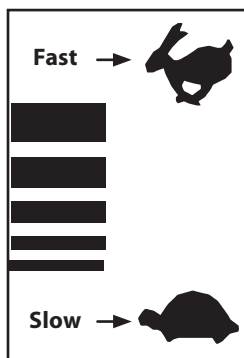

Figura 5-2
6. Mueva el control del acelerador a la posición RÁPIDO (liebre). Consulte la Figura 5-2.